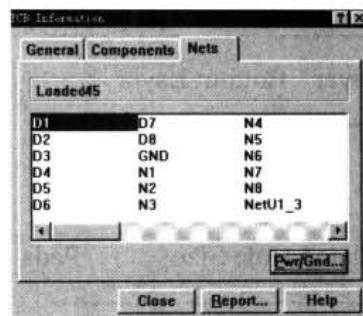

图 18-5 Nets 选项卡
- (3) 单击 Nets 标签，打开 Nets 选项卡，显示电路板上的所有网络信息，从对话框中选择需要使用的网络号，本例选择网络号为 D1，如图 18-5 所示。